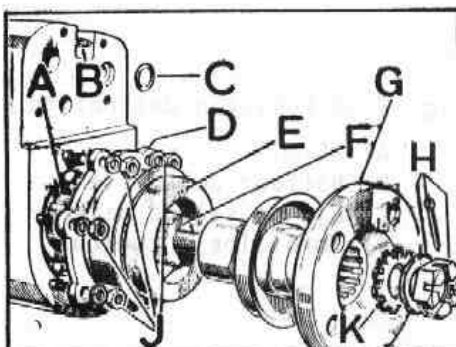

Fig. C-55 Empaquetadura de aceite y brida del eje de salida delantero
- 1.1.3. Desmontar los elementos de fijación, H (Fig. C-55) de la brida del eje de salida delantero y extraer ésta.
- 3.4.1. Montar el cojinete, A (Fig. C-55) del eje delantero, botándolo desde el exterior hacia el interior hasta que haga tope en su alojamiento. Si el retén de aceite, E, para el eje, F, con el borde con pestaña hacia la parte interior, dentro del alojamiento, D, extendiendo una capa de compuesto sellador Hermetical 600 en su parte exterior.